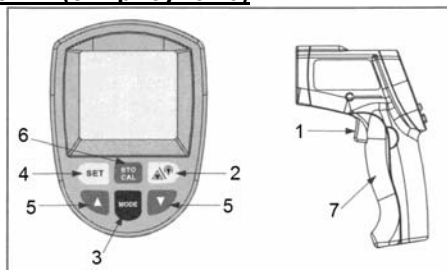

Рисунок 3
2. Кнопки управления (см. рисунок 3)